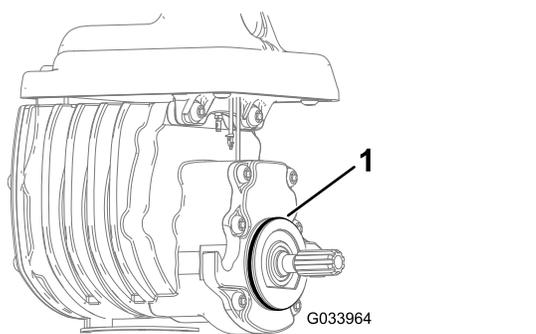

Рисунок 7
4. Установите уплотнительное кольцо на двигатель барабана (**Рисунок 7**).